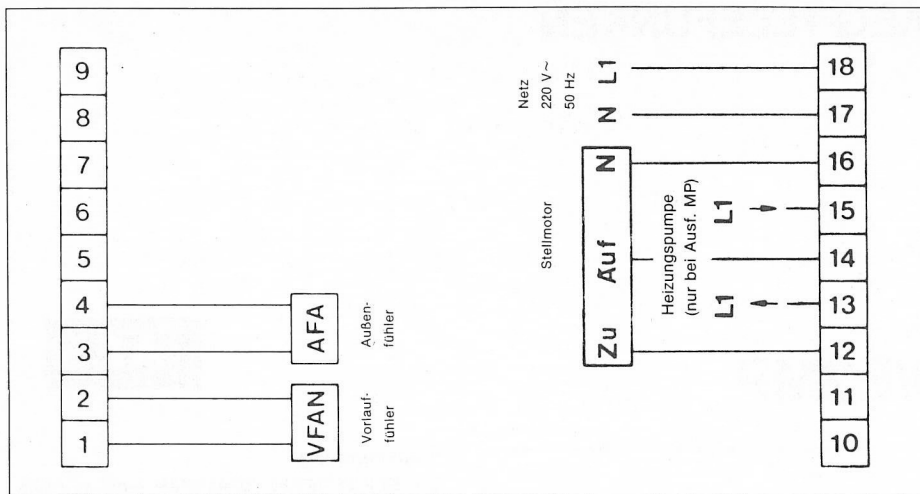

Bild 4 Anschlußschema zu 2.1.1
2.1.1 Witterungsabhängige Vorlauf-temperaturregelung ohne Fernbedienung (Bild 4)